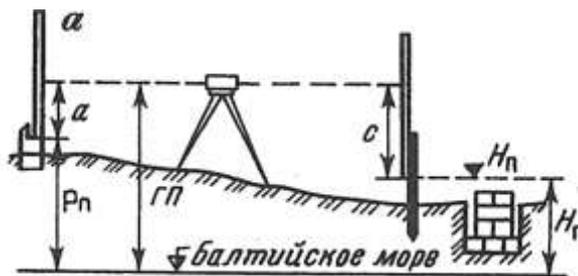

Рис. 2. Схема разбивки и контрольных высот фундамента
5. Выставьте проектную высоту верха фундамента на обноске (рис. 2), если высота репера $P_n = 10,294$, отсчет по рейке $a = 1015$, проектная высота фундамента $H_n = 8,978$.